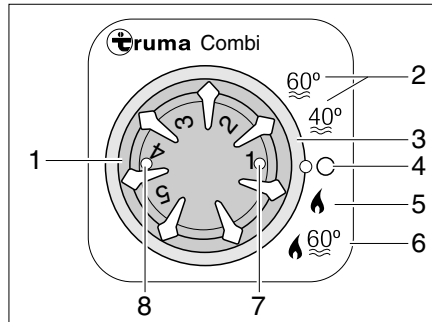

Fig. 307 Centralina di controllo per riscaldamento/boiler
- Impostare la modalità di funzionamento tramite l'interruttore girevole (Fig. 307,3).
Il riscaldamento seleziona da solo lo stadio necessario del bruciatore a seconda dello stadio di riscaldamento regolato. Durante la modalità di funzionamento "Riscaldamento e boiler" (Fig. 307,6) si riscalda anche l'acqua nel boiler. Nella modalità di funzionamento "Riscaldamento senza boiler" (Fig. 307,5) il riscaldamento può funzionare anche con boiler vuoto.
- Posizionare la manopola della temperatura (Fig. 307,1) della centralina di controllo sullo stadio di riscaldamento desiderato.
- Posizionare l'interruttore girevole (Fig. 307,3) sul funzionamento invernale "Riscaldamento senza boiler" (Fig. 307,5) o sul funzionamento invernale "Riscaldamento e boiler" (Fig. 307,6).
La spia di controllo verde (Fig. 307,7) si accende.
- Posizionare l'interruttore girevole (Fig. 307,3) su "0" (Fig. 307,4).